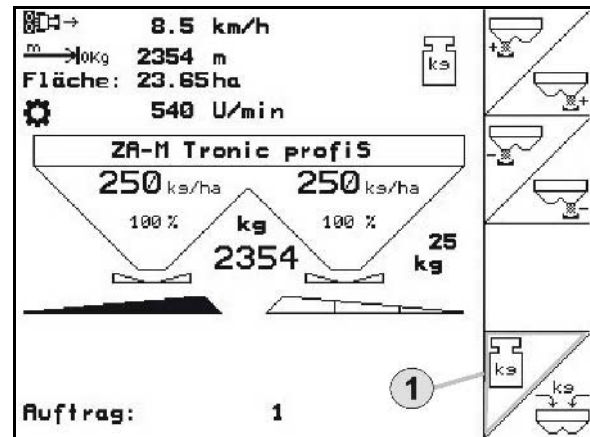

Рис. 61
- Меню "Параметры агрегата": выбрать включение онлайн-весов (Рис. 61/1).